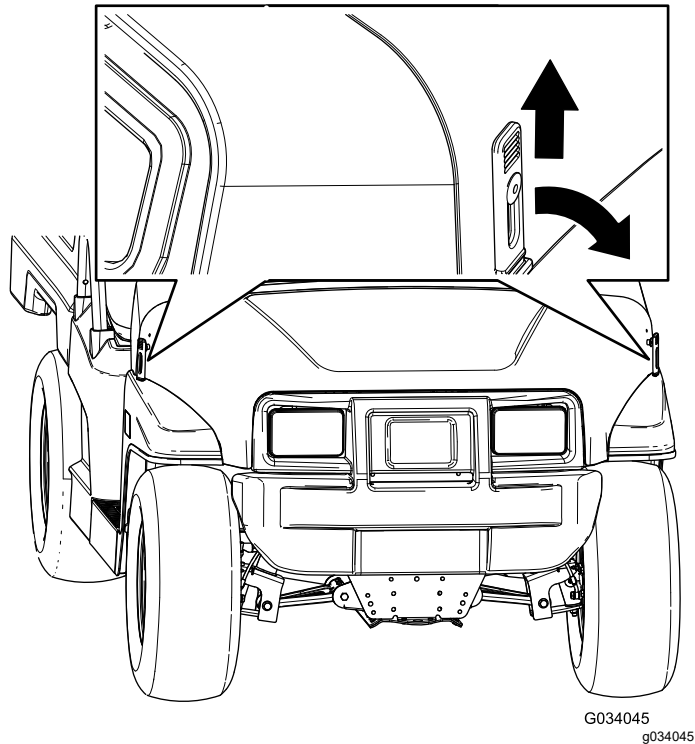

図 24
1. フードの両側についているゴム製ラッチのハンドルを上げる (図 24)。
2. フードの両側で、ラッチとラッチアンカーをそろえてラッチを掛ける (図 24)。